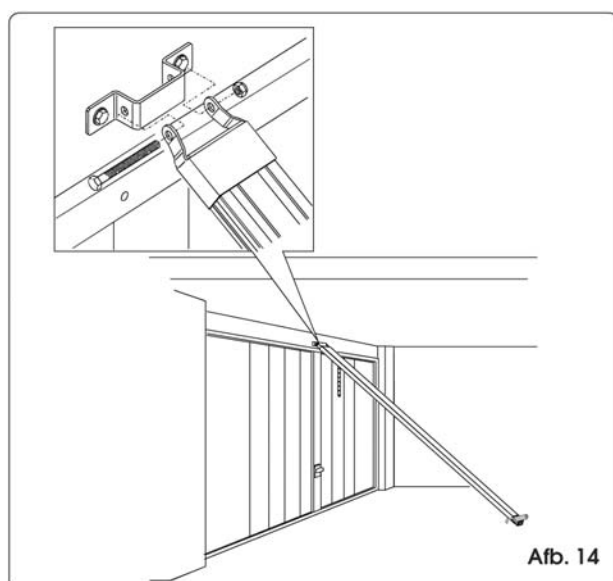

Afb. 12
- 3) Verplaats het loopwagentje zodanig naar achteren in de richting van de aandrijving dat de opening op het loopwagentje samenvalt met de sleuf en steek het kabeltje zonder bekleding erin (afb. 12).